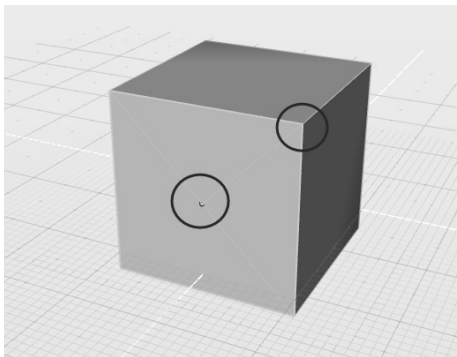

图 6-58 再次进行三角面切分
3) 再次激活“分割面”工具, 依次单击图 6-58 所示的两个顶点, 按空格键确认, 可将其中一个三角面再次切分成两个三角面。